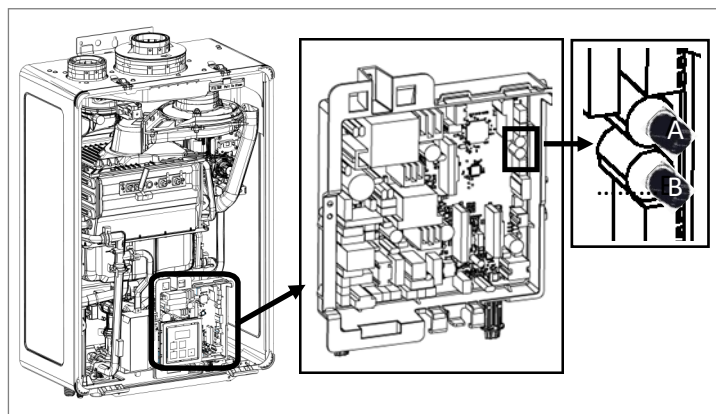

Figure 95
9. Repérer la carte contrôleur, en bas de l'appareil (figure 95).